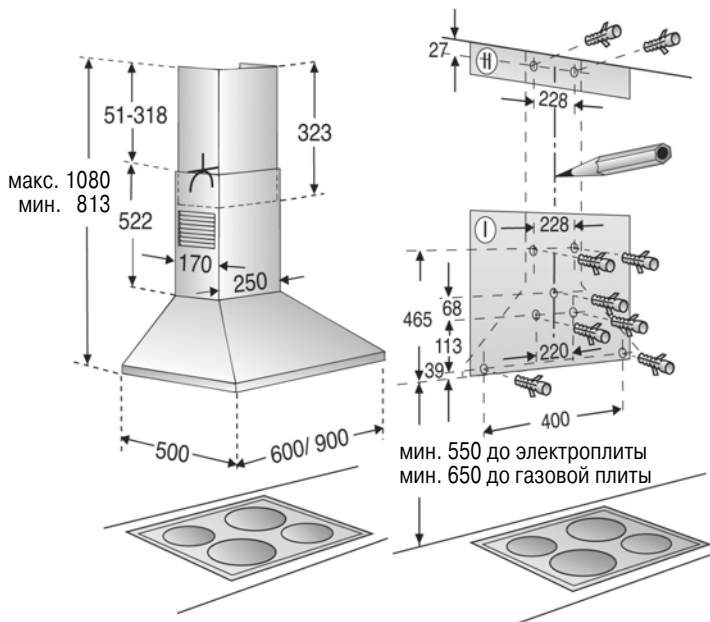

Рис. 7
4. Привинтите 2 скобы для крепления верхнего и нижнего воздухопроводов (рис. 7).
5. Винтите средний винт (без шайбы) для помощи в креплении вытяжки на стене так, чтобы винт выступал примерно на 5 мм (рис. 7).
7. Подвесьте вытяжку на винт, установленный в стене (рис. 7).